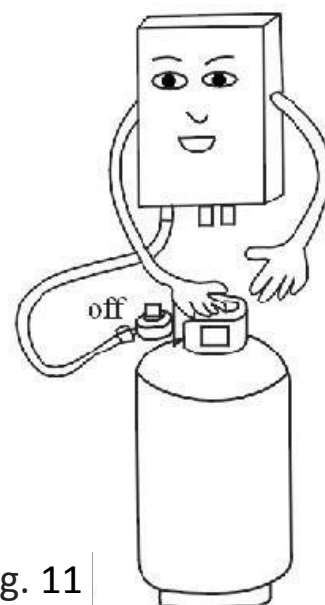

Fig. 11
- Após cada banho, fechar a válvula de gás. (Fig. 11)
- Controlar se a chama apaga-se após cada banho e não se esqueça de fechar a válvula de gás. (Fig. 11)